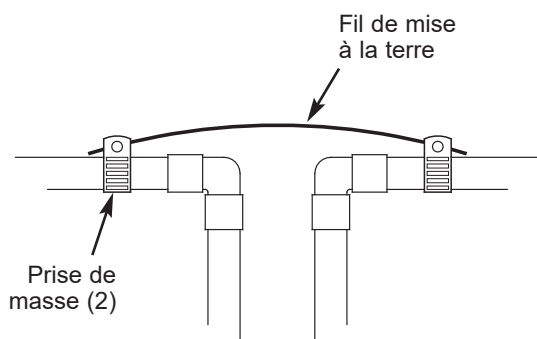

FIG. 14
1. Installez un fil de cuivre de calibre 4 entre la section coupée de la conduite d'eau principale en le fixant solidement à chaque extrémité (consultez la figure 14) - pièces non incluses.